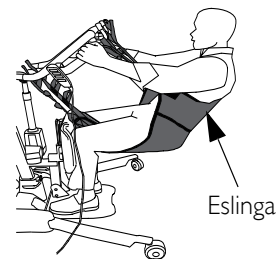

FIGURA 4.2 Elevación del paciente
NOTA: Para este procedimiento, consulte la FIGURA 4.2 en la página 74.
1. Indique al paciente que sujete los asideros de los dos lados de la grúa (Detalle "A" de FIGURA 4.2).
4. Si va a trasladar a un paciente desde una silla de ruedas, active los frenos de las ruedas de la silla (Detalle "B" de FIGURA 4.2).
5. Pulse el botón de flecha ASCENDENTE en el mando para levantar al paciente sobre la superficie (cama, silla de ruedas o silla inodora). La grúa es capaz de soportar completamente el peso del paciente (Detalle "C" de FIGURA 4.2).